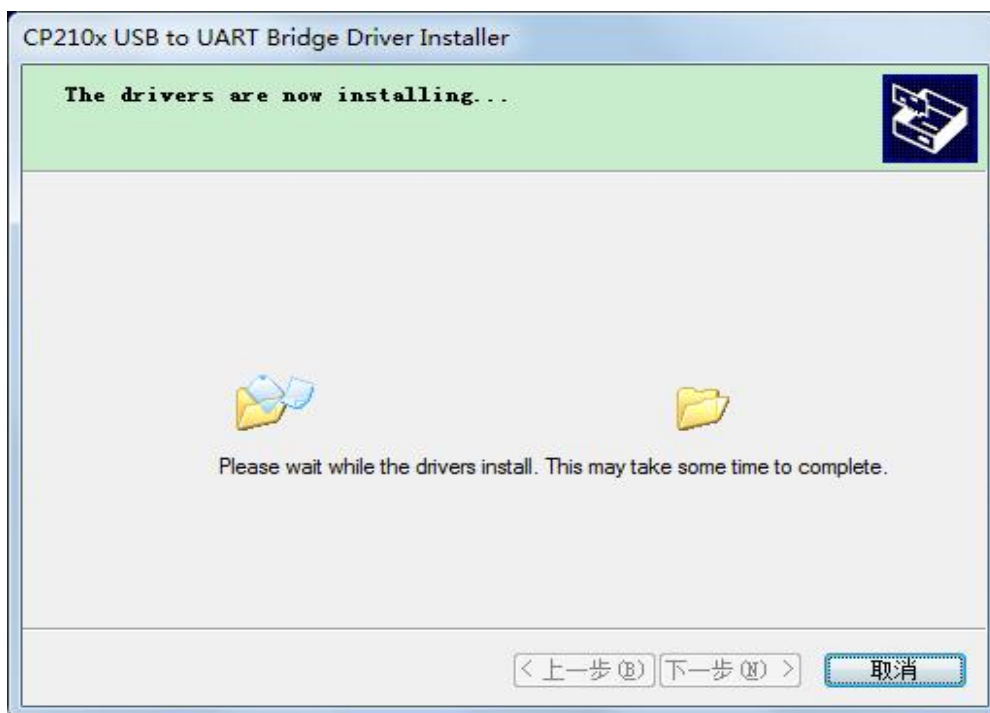

图 4-8 安装等待窗口
8) 安装过程中会出现等待窗口，请耐心等待安装完成，如图 4-8 所示。